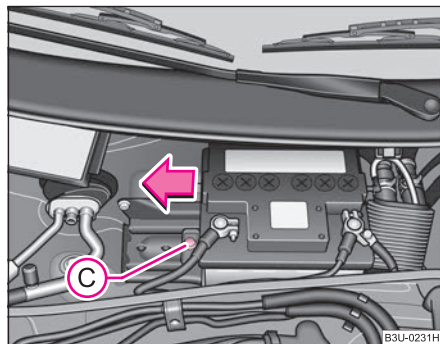

Fig. 181 Compartimentul motor: Bateria
- Deșurubați șurubul **(C)** ⇒ fig. 181 și scoateți placa de siguranță.